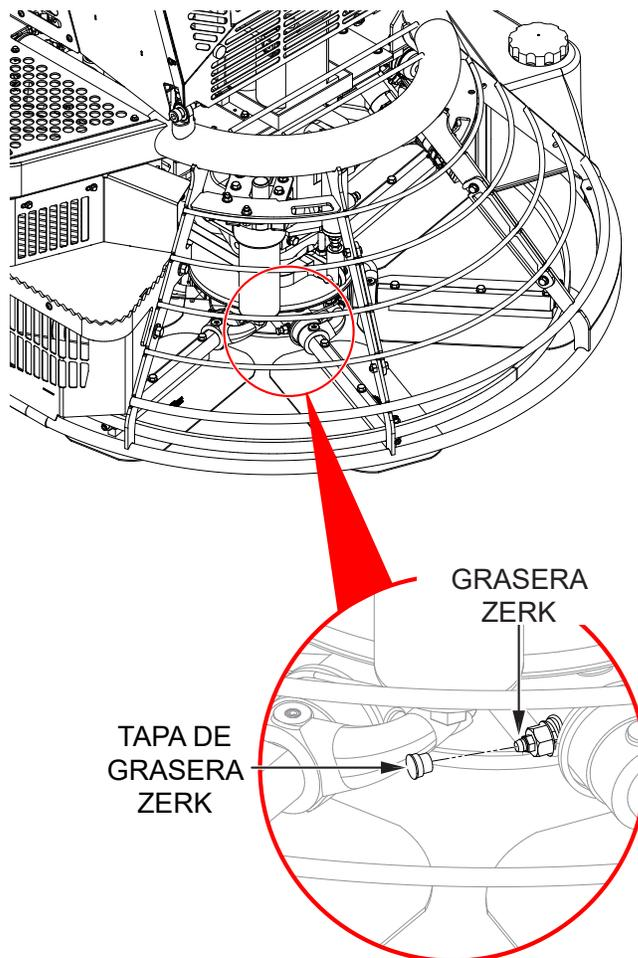

Figura 44. Lubricación de las crucetas
1. Localice las graseras zerk en uno de los conjuntos de cruceta (Figura 44). Quite la tapa de la grasera y póngala a un lado.